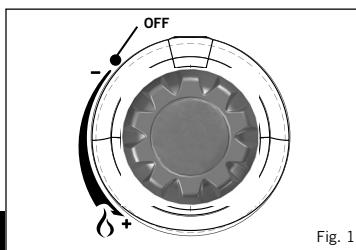

Fig. 1
- Før gasforsyningen kobles til, skal du først sørge for at enhedens ventiler står på OFF (FRA) ved at dreje styringsknoppen hele vejen med uret (se fig. 1).
- For at sætte gasbeholderen på, kontrolleres først om enhedens ventil står på OFF (FRA) ved at dreje styringsknoppen hele vejen med uret til stop (se fig. 1). Sørg for at gasbeholderen holdes i opretstående position, skru beholderen på ventilen med uret til den sidder godt fast, kun håndstramning. Hvis beholderen overstrammes, kan det beskadige beholderventilen.